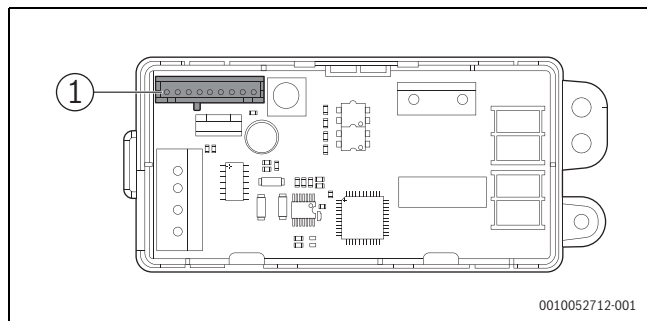

Fig. 1
1. Inserire un'estremità del cavo del kit di comunicazione nel corrispondente morsetto per collegamento di estensione CN1 sulla scheda di comunicazione (fig. 1).